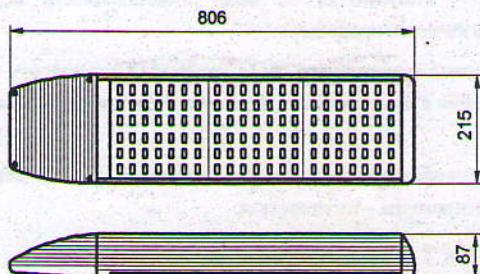

Рис.2 Габаритные размеры
4.3. Габаритные размеры показаны на рис. 2.